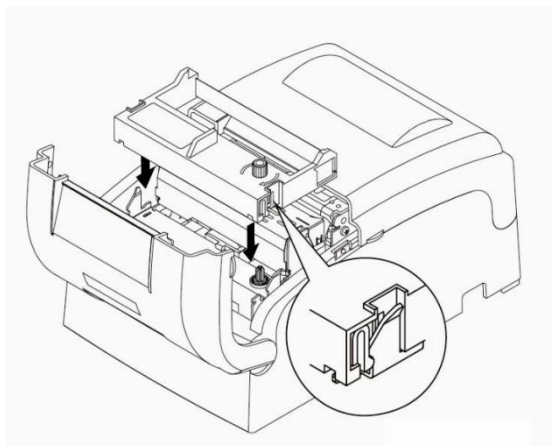

图 3
- 4) 色带盒旋钮朝上，按图3所示方向向下轻压色带盒，直到听到“咔嚓”声，确保色带盒安装到位。